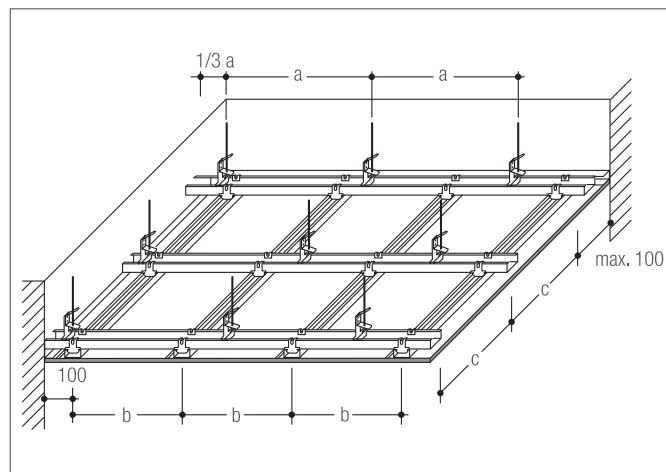

Рис. 3-04
- подвесная металлическая конструкция (см. рис. 3-04).